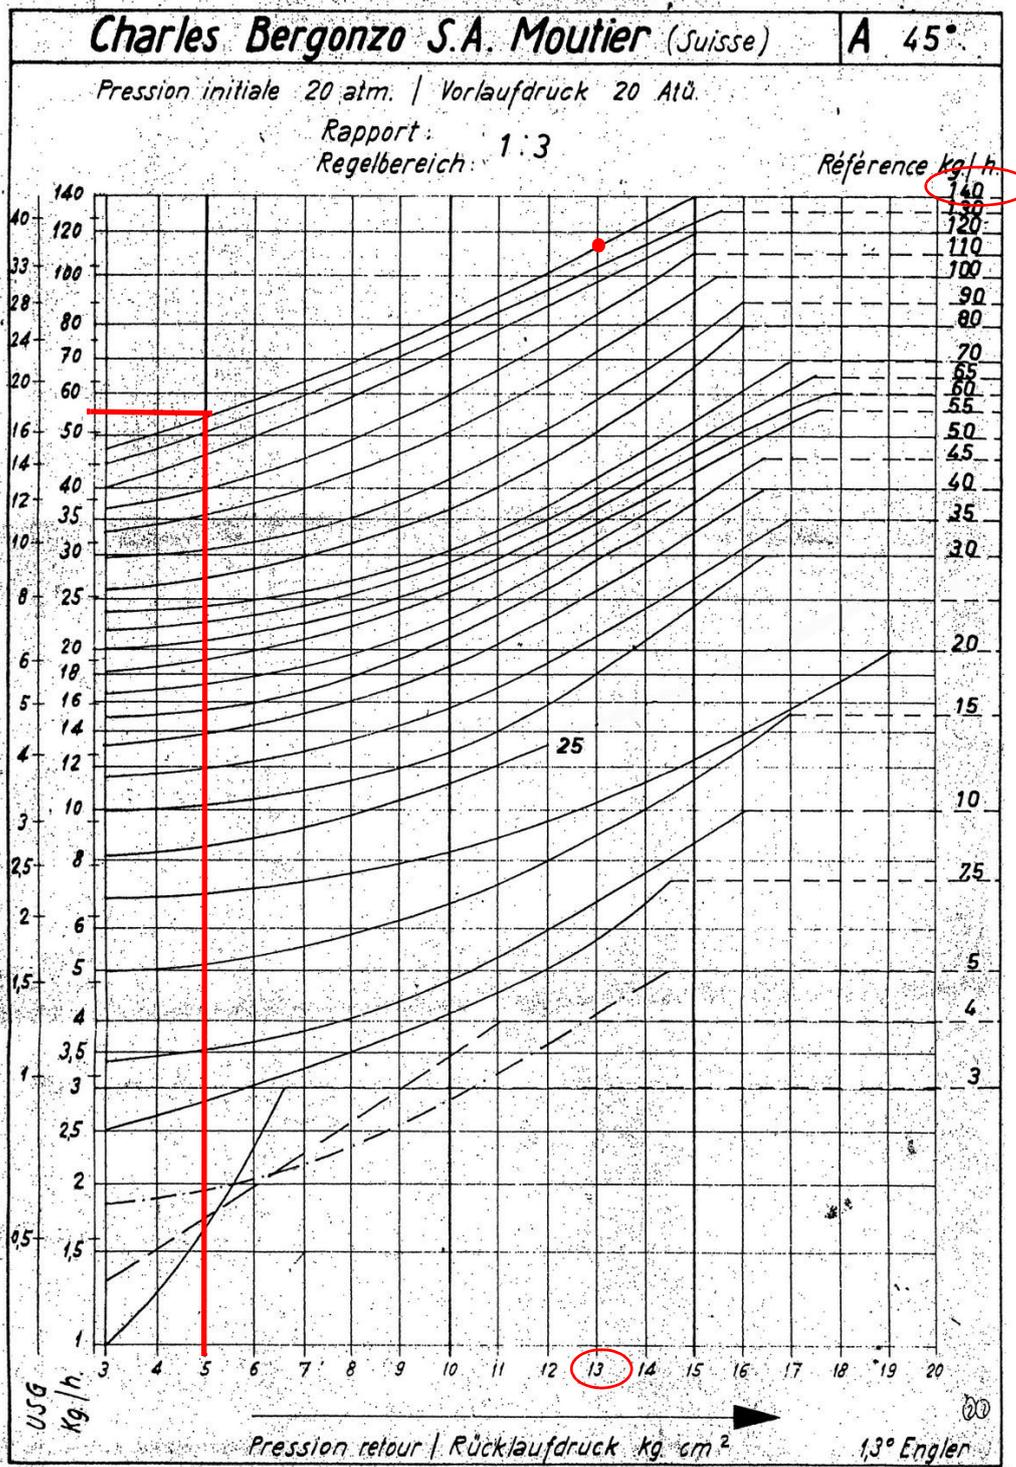
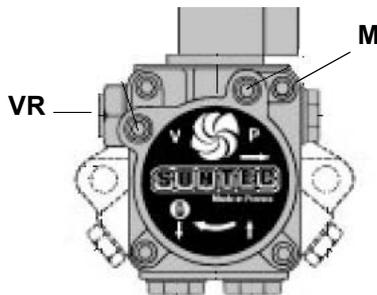

Fig. 16
Fig. 17
- 3 sfiatare l'aria dall'attacco (**M**) manometro della pompa (Fig. 16), allentando leggermente il tappo, senza toglierlo; quindi rilasciare il contattore.
- 6 La pressione di alimentazione ugello è già pre-tarata in fabbrica e non deve essere cambiata. Solo se necessario, regolare la pressione di alimentazione (vedi relativo paragrafo) nel modo seguente: inserire un manometro nella posizione indicata in Fig. 17 agire sulla vite di regolazione **VR** della pompa (vedi Fig. 16) fino ad ottenere una pressione all'ugello pari a 20 bar (vedere tabella a pag. 23);
sulla vite del settore variabile relativo all'olio **SV2** (vd. Fig. 17) una volta raggiunta la posizione di alta fiamma.